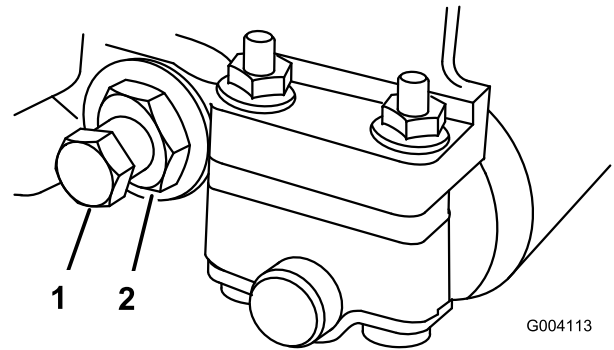

Bild 60
2. Drehen Sie die Federspannmutter so weit hinaus, bis die Scheibe nicht mehr gegen den Untermesserträger angespannt ist (Bild 60).
3. Lösen Sie an jeder Seite der Maschine die Klemmmutter, mit der die Schraube des Untermesserträgers befestigt ist (Bild 60).